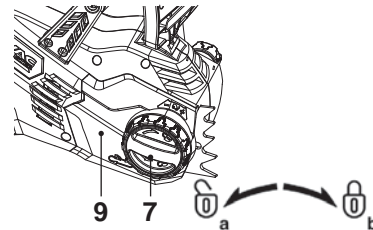

Fig. 1
2. Desserrez le couvercle [9] en tournant la molette de verrouillage [7] dans le sens inverse des aiguilles d'une montre (Fig. 1, a),